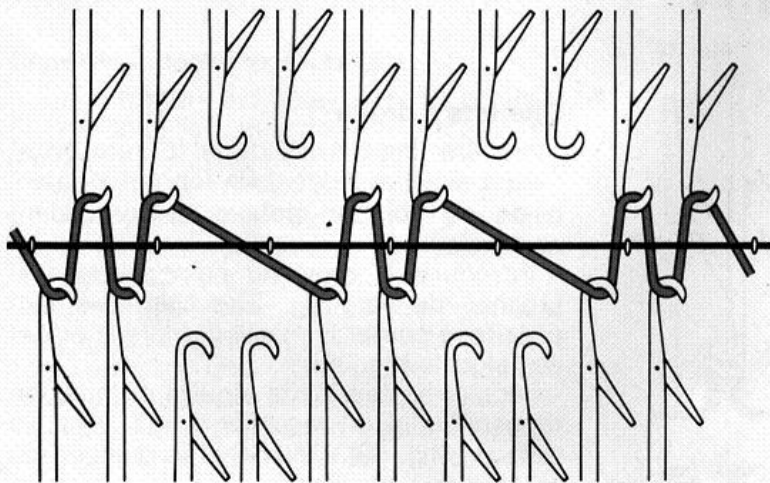

Fig. 37
- Mettre le tendeur (fig. 37). Accrocher les poids.